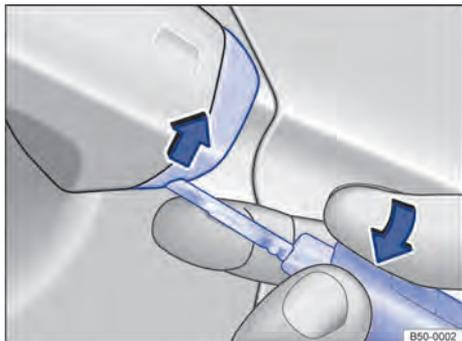

Fig. 45 Manilla de la puerta del conductor: desprender la caperuza haciendo palanca.
- Despegue la caperuza haciendo palanca con la llave en el sentido de la flecha → fig. 45.